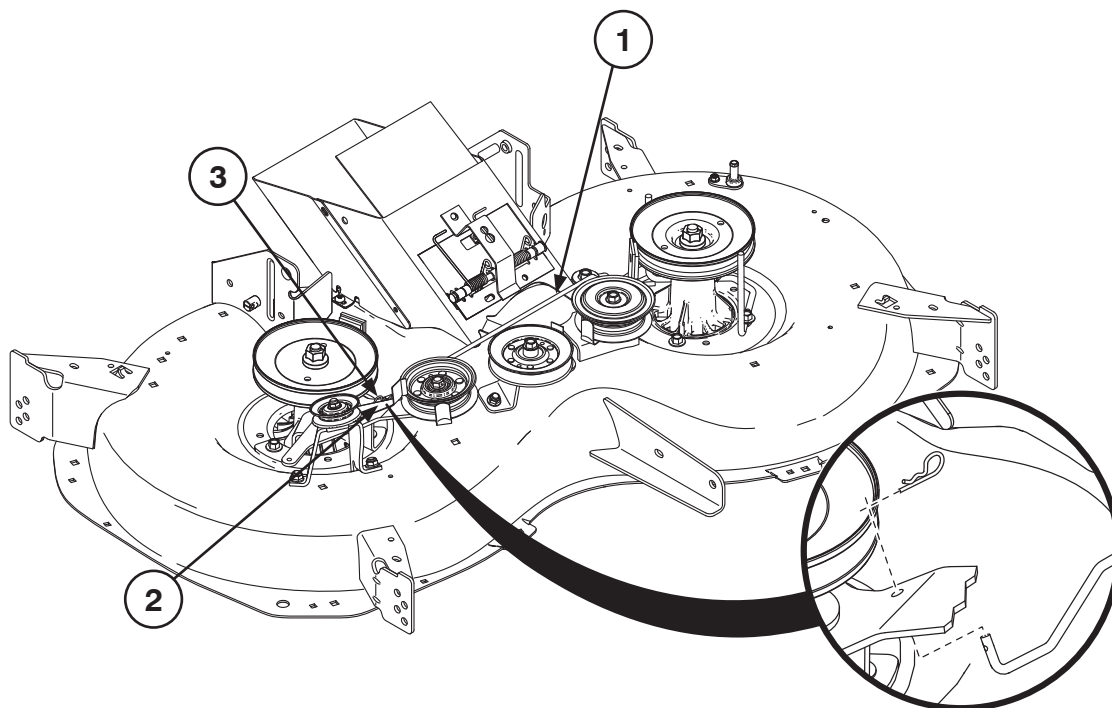

Fig. 6
- Ⓒ**GB** 9. Attach Brake link assembly (1), to RH side clutching arm (2), install clip (3) (Fig. 6).
- Ⓒ**DE** 9. Befestigen Sie die Bremsgelenk-Baugruppe (1) an der rechten Seite des Kupplungsarms (2) und montieren Sie die Klammer (3) (Abb. 6).
- Ⓒ**FR** 9. Fixez l'ensemble de levier de frein (1) sur le bras d'embrayage côté droit (2), puis installez l'attache (3) (Fig. 6).
- Ⓒ**ES** 9. Fije el conjunto del eslabón del freno (1) al brazo de embrague del lado derecho (2) e instale la abrazadera (3) (Fig. 6).
- Ⓒ**IT** 9. Fissare il gruppo del tirante freni (1), sulla parte destra del braccio della frizione (2), installare il fermo (3) (Fig. 6).
- Ⓒ**NL** 9. Bevestig de remverbinding (1) aan de rechter koppelingsarm (2) en monteer de klem (3) (afb. 6).